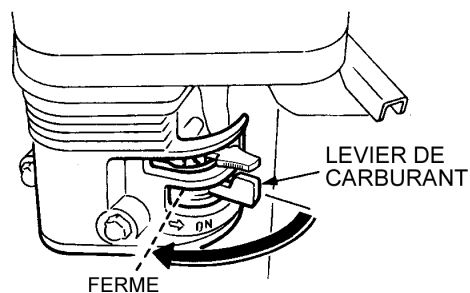

Figure 24. Levier de carburant (FERMÉ)
- Placer le levier de carburant en position **FERMÉ (OFF)** (Figure 24).